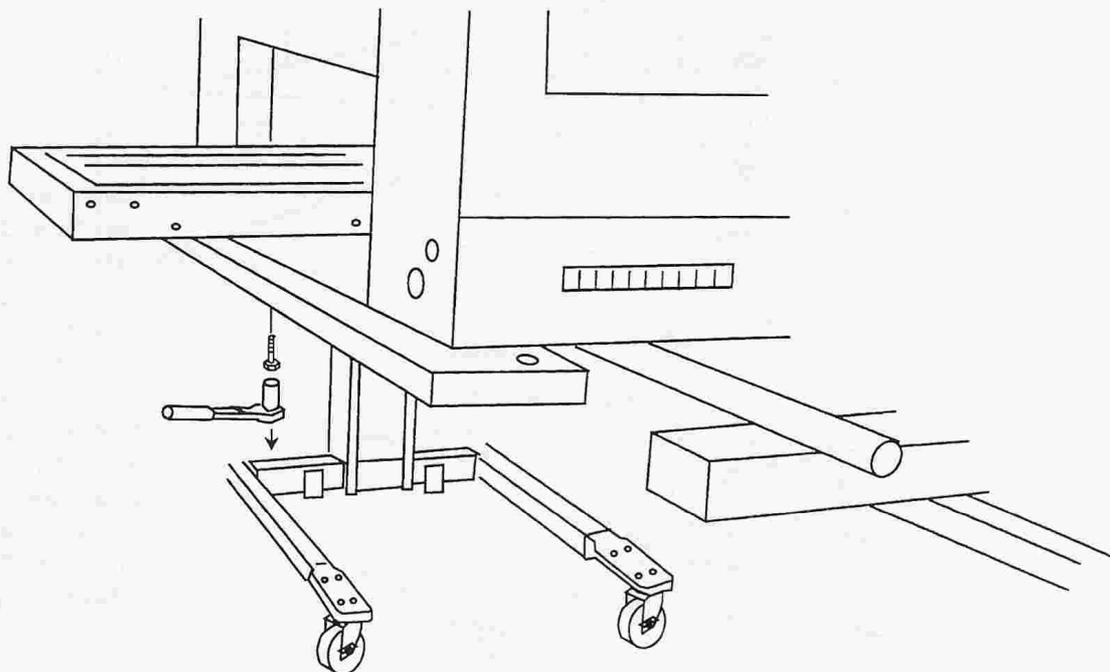

Abbildung 2-5
4. Den Ofen genügend hoch anheben, damit der Stand daruntergeschoben werden kann. Die vier Bolzen an der Unterseite des Ofens entfernen, die die beiden hölzernen Querträger an der Unterseite des Ofens befestigen. Siehe Abb. 2-5.